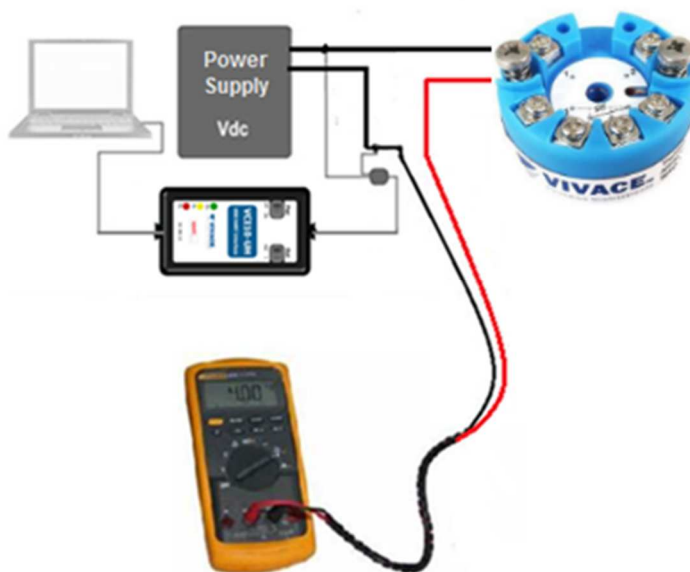

Figura 3.6 – Esquema de montagem para o Trim de corrente do VTT10-HH.
**Trim** – Pode-se ajustar o sensor de entrada com um padrão de temperatura, Ohm ou mV, o sensor de temperatura interno e a corrente de saída do transmissor. A figura 3.6 mostra o esquema de montagem para o TRIM de corrente do VTT10-HH.